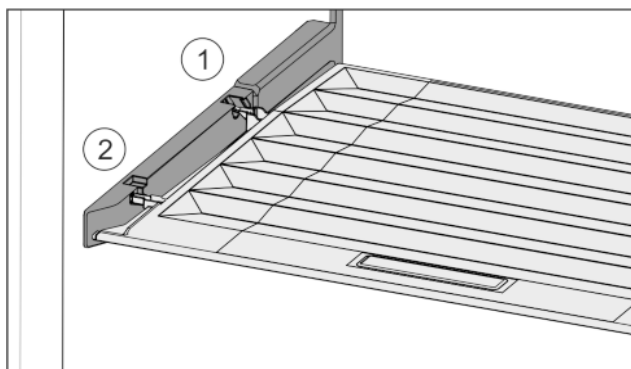

Fig. 30
- ▶ Ramiona pokrywy wprowadzić ponad otworem tylnego uchwytu Fig. 30 (1) i zazębić z przodu w uchwycie Fig. 30 (2).